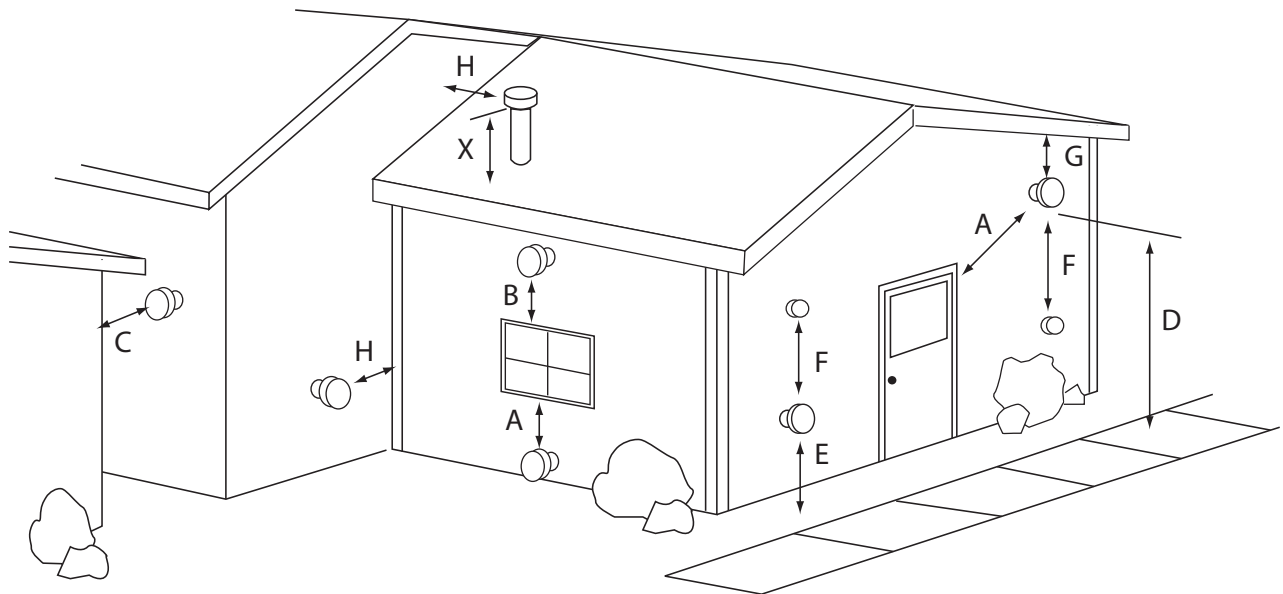

Figure 7 : Sortie d'évacuation
- L'évacuation du poêle doit déboucher sur l'extérieur du bâtiment. Les sorties horizontales doivent dépasser d'un minimum de 30 cm du mur. Les sorties verticales doivent dépasser d'un minimum de 60 cm de la surface du toit. **En outre, tous les dégagements indiqués ci-dessous doivent être respectés. VOIR FIGURE 7.**